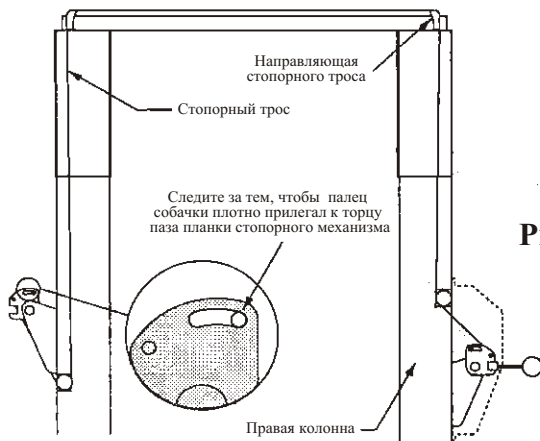

Рис. 12
- Проведите трос вверх внутри колонны, а затем через паз направляющей стопорного троса правой колонны (рис. 12 и 9в).
- Подведите трос к направляющей левой колонны (рис. 12 и 9с) и проведите его через паз направляющей.
- К) Затем, оттяните планку стопорного механизма вниз (рис. 12) таким образом, чтобы устранить зазор между торцом паза планки стопорного механизма и пальцем собачки (при этом собачка стопорного механизма должна оставаться неподвижной).